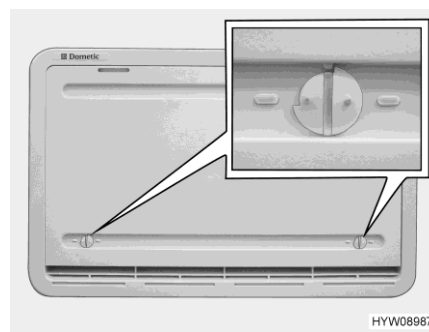

Fig. 148 Copertura invernale (griglia di aerazione del frigorifero)
Le coperture invernali (Fig. 148) proteggono il gruppo frigorifero dall'aria fredda. Posizionare le coperture invernali davanti a entrambe le griglie di aerazione del frigorifero quando la temperatura esterna scende al di sotto di +10 °C (sia per funzionamento elettrico che a gas).
- Aprire entrambi i bloccaggi (Fig. 148), la scanalatura risulterà orizzontale.
- Smontaggio: ■ Aprire entrambi i bloccaggi (Fig. 148), la scanalatura risulterà orizzontale.